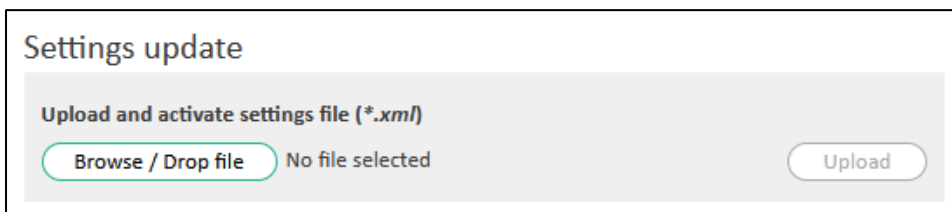

Abbildung 48: Hochladen und Aktivieren der gespeicherten Geräteeinstellungen
2. Klicken Sie im Block „Settings update“ auf die Schaltfläche „Browse/Drop file“ im Feld „Upload and activate settings file“, um den „Öffne Datei“-Dialog des Betriebssystems aufzurufen (s. Abbildung 48).